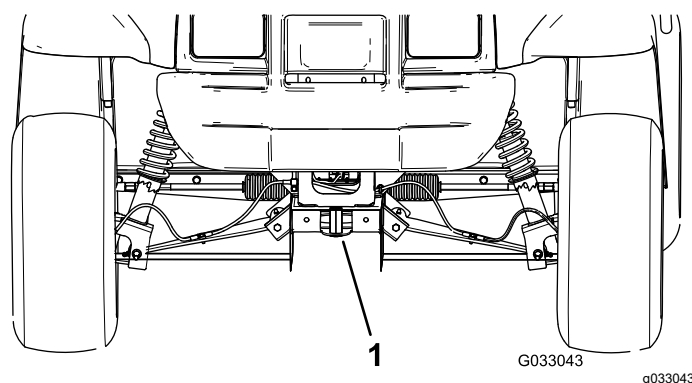
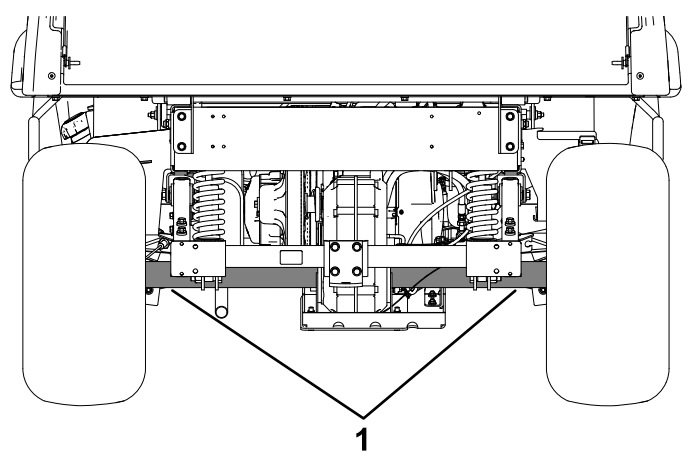

Рисунок 18
Рисунок 19
См. местонахождение точек крепления автомобиля на Рисунок 18 и Рисунок 19.
2. Прикрепите буксирный трос к сцепному устройству в передней части рамы машины (Рисунок 18).